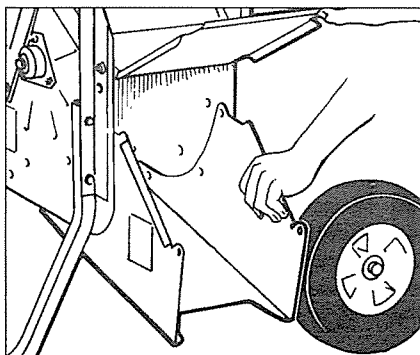

Figure 21. Dépose du tunnel d'éjection.
5. Se servir d'un tournevis pour extraire en faisant levier le bouchon tubulaire en plastique de 38,1 mm (1-1/2 po.) de diamètre de la paroi du déchiqueteur (juste à droite du protège-courroie). Déposer également la goulotte du hacheur de l'autre côté de la machine — elle est fixée à la paroi en acier par quatre boulons. Déposer ensuite le tunnel d'éjection du bas de la machine pour faire de la place. Six vis à tête à empreinte cruciforme et écrous, à raison de trois de chaque côté du tunnel, fixent celui-ci au bâti principal. Retirer les vis et le tunnel et les mettre de côté (Figure 21).
côté. Déposer également le tunnel d'éjection qui se trouve au bas de la machine—se reporter à la Figure 21 et aux instructions de la page 14. De chaque côté du tunnel se trouvent trois vis qu'il faut retirer. Mettre le tunnel de côté pour l'instant.